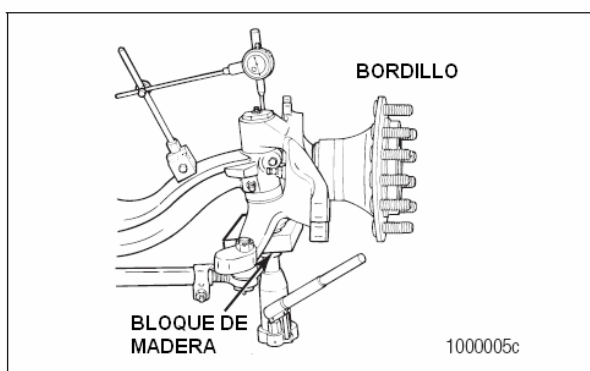

Figura 6.9
- C. Coloque un gato y un bloque de madera, con un orificio que permita el despeje para la grasera inferior del perno maestro, debajo del área inferior de la tapa del perno maestro. Figura 6.9